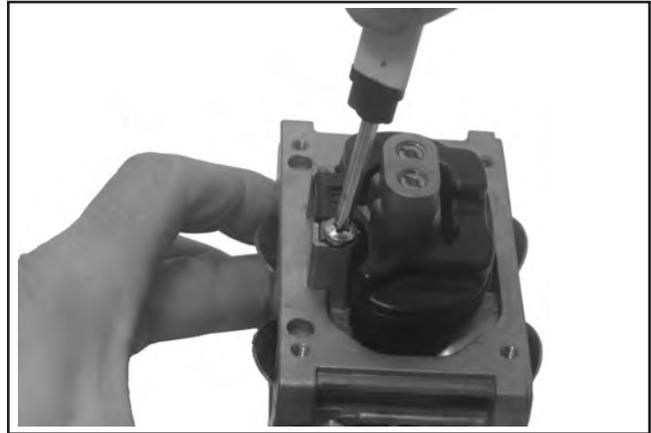

Abbildung 5-19. Installation der Schwimmereinheit.
- Den Schwimmer und die Einlassnadel in der Aufnahme und im Gehäuse des Vergasers installieren. Den neuen Stift über das Schwimmerscharnier installieren und mit einer neuen Montageschraube fixieren. Siehe Abbildung 5-19.